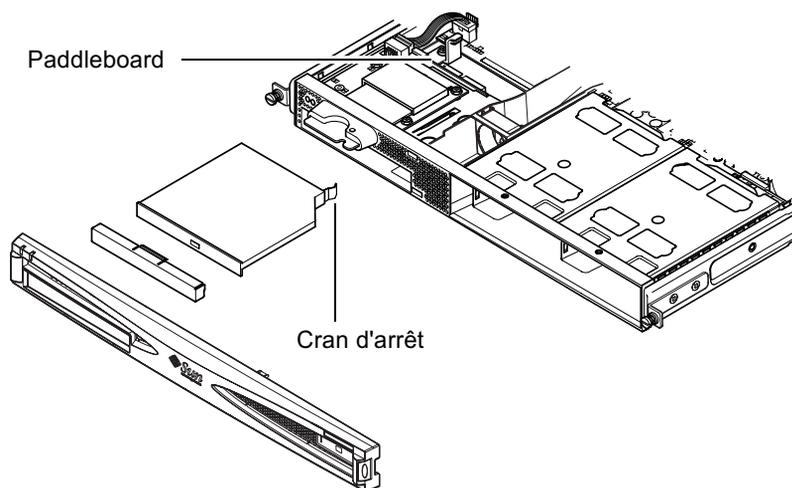

FIGURE 4-5 Installation d'un lecteur de DVD ou de CD-ROM interne
5. Insérez délicatement le lecteur de DVD ou de CD-ROM dans le châssis (voir la FIGURE 4-5).
Assurez-vous que le cran d'arrêt à l'arrière du lecteur de DVD ou de CD-ROM s'enclenche bien dans le châssis. Dirigez le lecteur de sorte que ses connecteurs s'alignent correctement et s'enclenchent bien avec ceux de la carte (paddleboard) (voir la FIGURE 4-5) à l'arrière de l'enceinte prévue pour le lecteur, dans le châssis. Vous pourriez être amené à tenir la carte (paddleboard) par le connecteur IDE noir pour positionner le lecteur de DVD ou de CD-ROM dans l'enceinte.